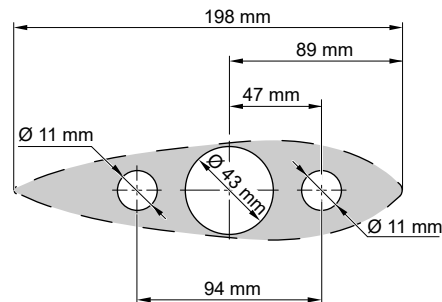

Fig. 46: Afmetingen
1. Boor drie gaten voor de montage van de pod in de romp van de boot, **zie "Fig. 46: Afmetingen"**.